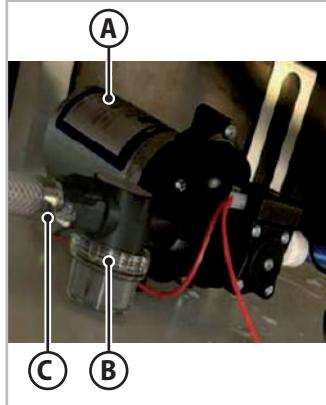

Fig. 7.1 - Filtre externe de la pompe à eau
3. Accéder à la pompe à eau (A - Fig.7.1) en enlevant les coussins du canapé de la dînette et le couvercle du compartiment du réservoir d'eau potable.
4. Dévisser le raccord en plastique (C - Fig.7.1) qui raccorde le filtre au tuyau d'évacuation.
5. Dévisser le capot transparent (B - Fig.7.1) du filtre et sortir le corps filtrant.
Nettoyer régulièrement le vase d'expansion (Fig.7.1), en particulier lorsque l'eau s'écoule de manière irrégulière des robinets bien que :